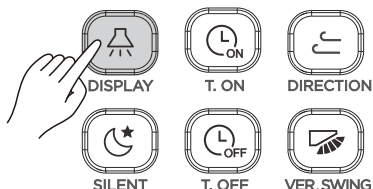

Figura 3.13
1) Quando il comando remoto è in stato di accensione o spegnimento, premere  (si veda Figura 3.13), e il display dell'unità interna si accende;